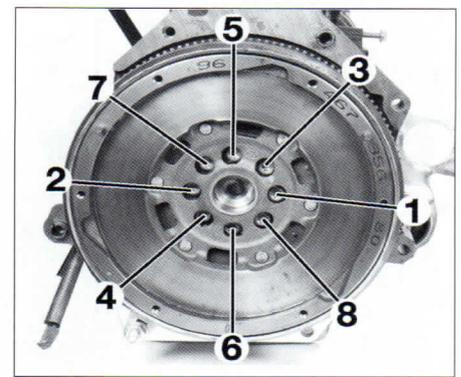

FIG. 64
- Montar el volante motor y apretarlo al par en el orden indicado (fig. 64).